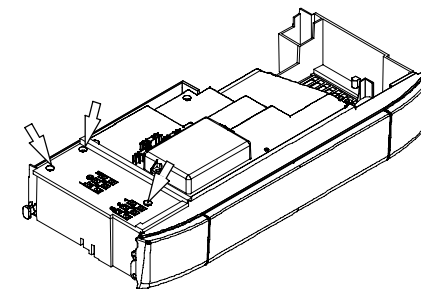

fig. 7.5
- 5 Svitare le viti e rimuovere il coperchio copri morsetteria fig. 7.5